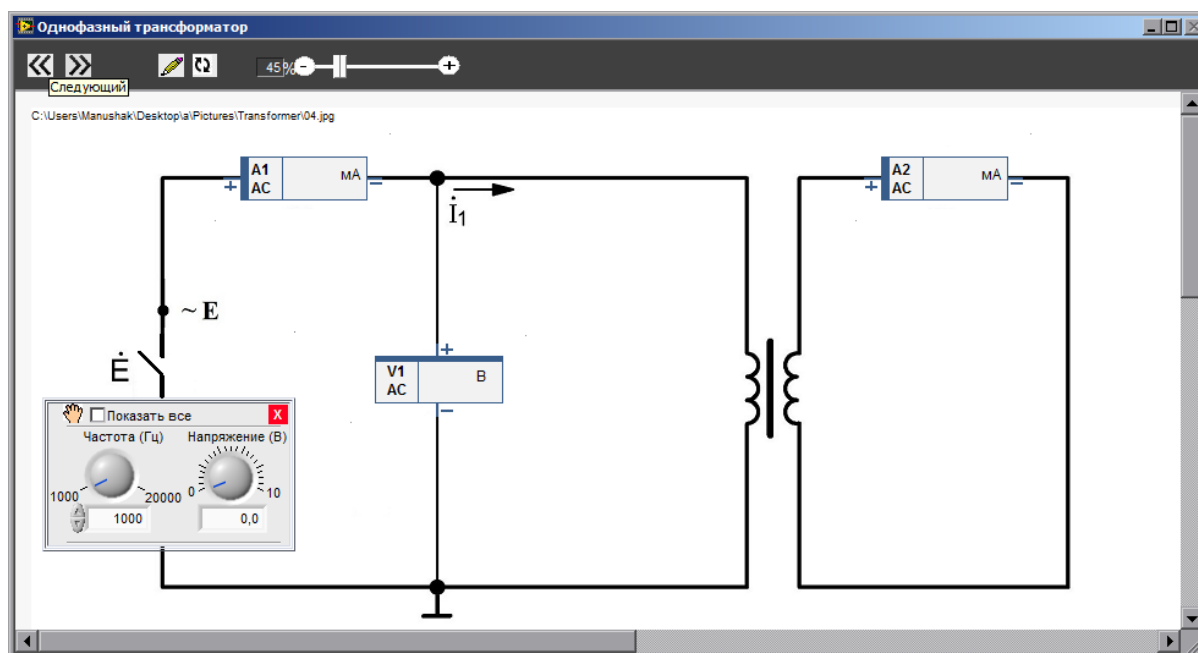

Рисунок 4.13 – Опыт короткого замыкания
7. Нажмите кнопку **Следующий** на рабочем поле и видоизмените цепь на плате в соответствии с новой схемой (рисунок 4.13). Теперь, вторичная обмотка трансформатора – замкнута накоротко.